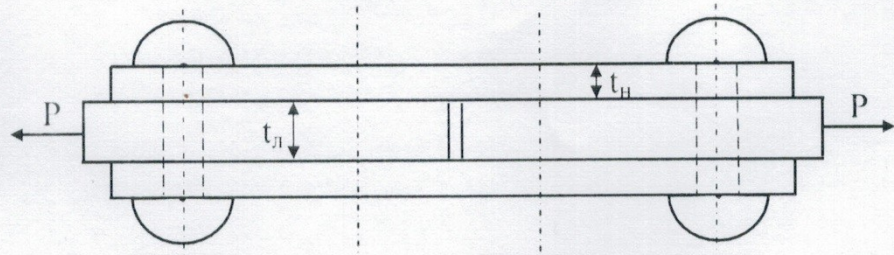

Рис. 9. Заклепочное соединение к примеру 3
Определить необходимое количество заклепок диаметром 17 мм (0,017 м) для соединения встык двух листов с помощью двух накладок (см. рис. 9). Силы  $P$  равны 40 т (400 кН). Толщина листов  $t_{л} = 10$  мм (0,01 м), толщина накладок  $t_n = 6$  мм (0,006 м). Допускаемые напряжения: на срез  $[\tau] = 1000 \text{ кг/см}^2$  (100 МПа), на смятие  $[\sigma_{см}] = 2400 \text{ кг/см}^2$  (240 МПа).
1. Определить необходимое количество заклепок диаметром 18 мм (0,018 м) для соединения встык двух листов с помощью двух накладок (см. рисунок 9, пример 3). Силы  $P$  равны 50 т (500 кН). Толщина листов  $t_л = 20$  мм (0,02 м), толщина накладок  $t_{н} = 7$  мм (0,007 м). Допускаемые напряжения: на срез  $[\tau] = 2000 \text{ кг/см}^2$  (200 МПа), на смятие  $[\sigma_{см}] = 2500 \text{ кг/см}^2$  (250 МПа). Начертить схему заклепочного соединения.